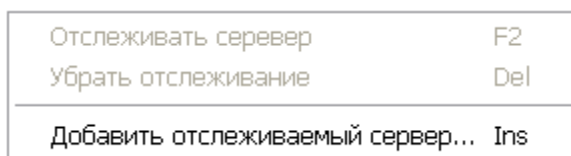

Рис. 1.7
1. В контекстном меню окна выберите команду **Добавить отслеживаемый сервер** (Рис. 1.7).